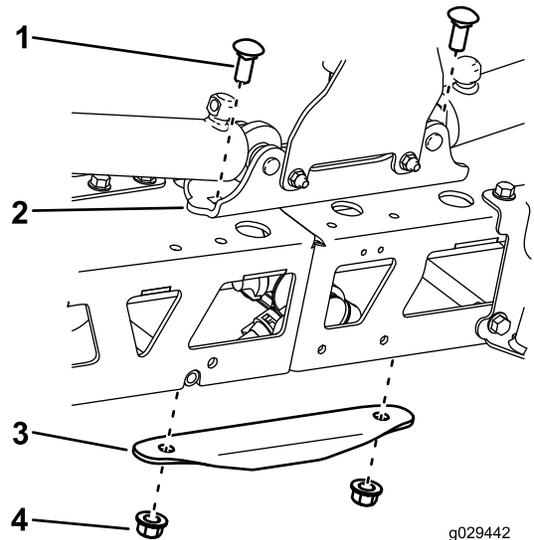

図4
1. スティフナプレートとシリンダ取り付けプレートを外す **図4**。